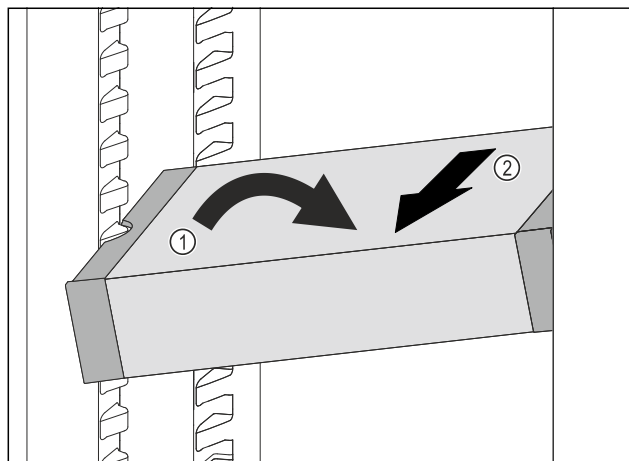

Fig. 94
- ▶ 在冷藏区中倾斜 VarioSafe。 Fig. 94 (1)
- ▶ 向前取出 VarioSafe。 Fig. 94 (2)